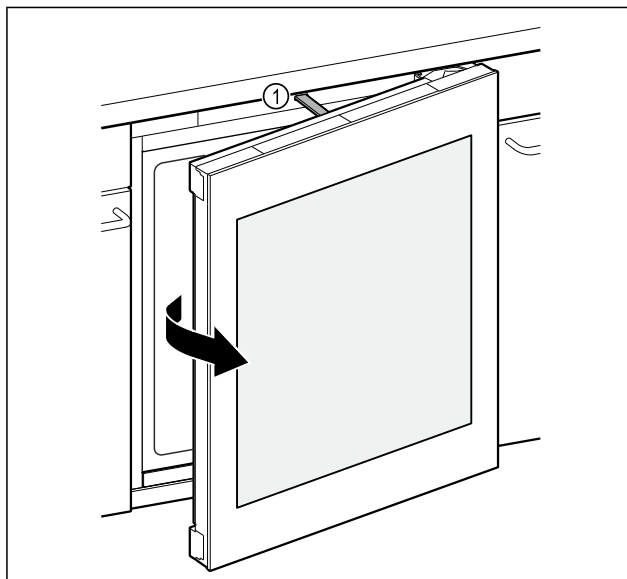

Fig. 88
- ▷ Толкатель Fig. 88 (1) откроет дверь прим. на 7 см.